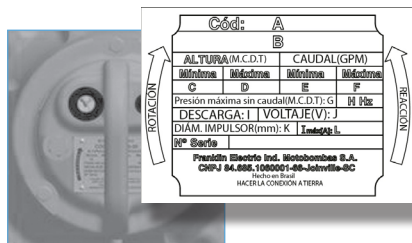

Figura 7 - Placa de identificación de la motobomba y sentido de rotación y reacción.
- El retroceso de arranque (indicado en la plaqueta como “REACCIÓN” en la figura 7) debe ser en sentido antihorario si se es visto desde arriba, sobre la cubierta del motor. De no ser así, consulte a un profesional habilitado para que invierta la posición de los cables de conexión.
Rotación invertida.	<ul style="list-style-type: none"> • Corrija el sentido de rotación, véase la sección 4.3, figura 7.